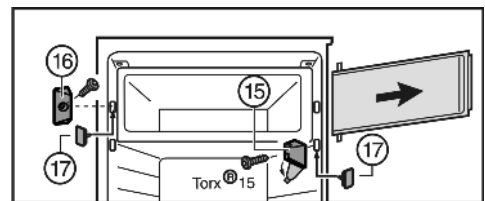

Fig. 6
- ▶ Откиньте крышку на опорном кронштейне Fig. 6 (15).
- ▶ Открутите опорный кронштейн Fig. 6 (16) с дверцей камеры.
- ▶ Открутите запирающий элемент Fig. 6 (16).
- ▶ Закройте образовавшиеся отверстия прилегающими пробками Fig. 6 (17).